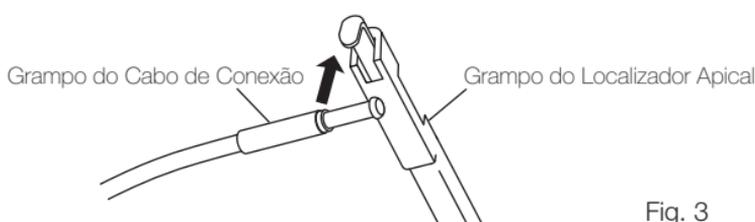

Fig. 3
- 4) Conecte o Cabo de Conexão da Cabeça do Contra-Ângulo com o Grampo do Localizador Apical. (Fig.3)